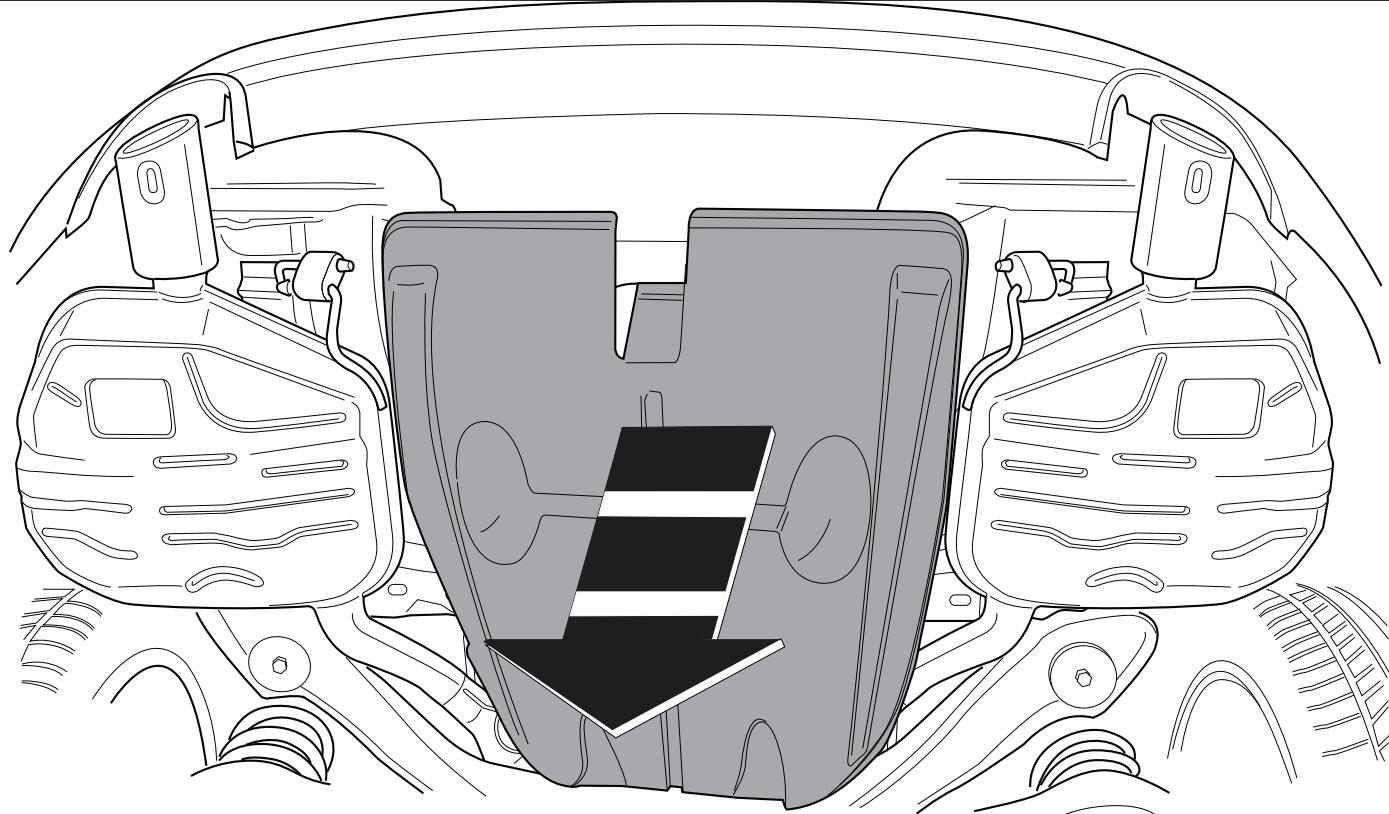

Fig.1
1. Снять, если имеются, пластмассовую закрывающую пластины снизу в середине. См. рисунок1..